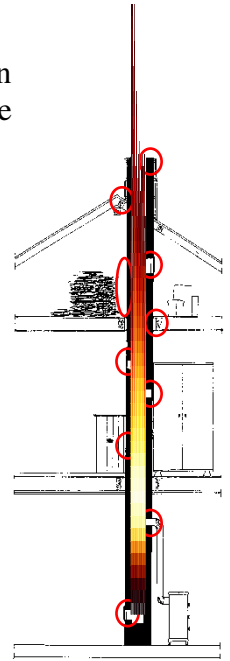

Bild 4: Kontrollpunkte der Feuerwehr
- Bild 4: Landesverband des Schornsteinfegerhandwerks Baden-Württemberg